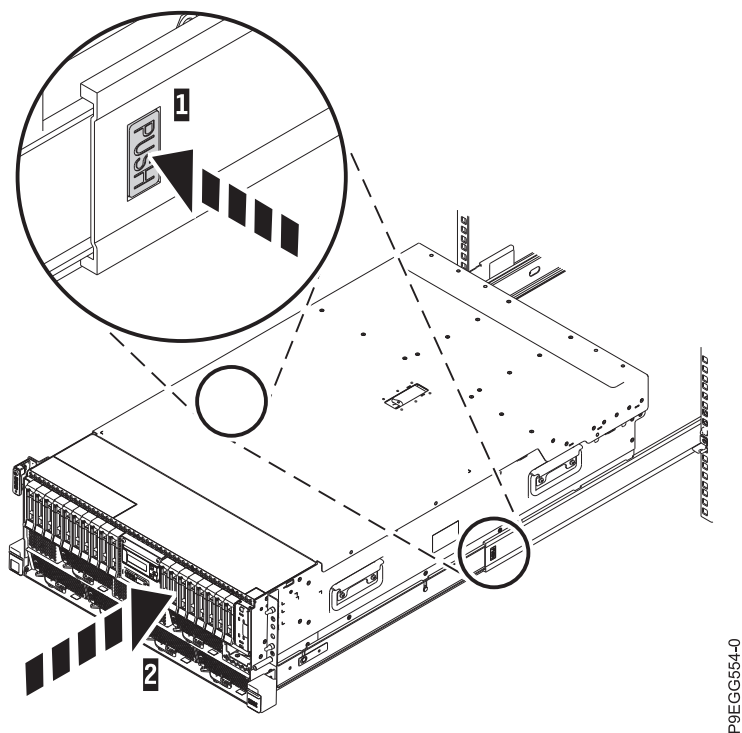

Figura 8. Travas de Liberação e Servidor
3. Levante as travas de liberação azuis (1) nos trilhos deslizantes e empurre o servidor (2) completamente para dentro do rack até que ele se encaixe no lugar. Para obter detalhes, consulte Figura 8 na página 8.